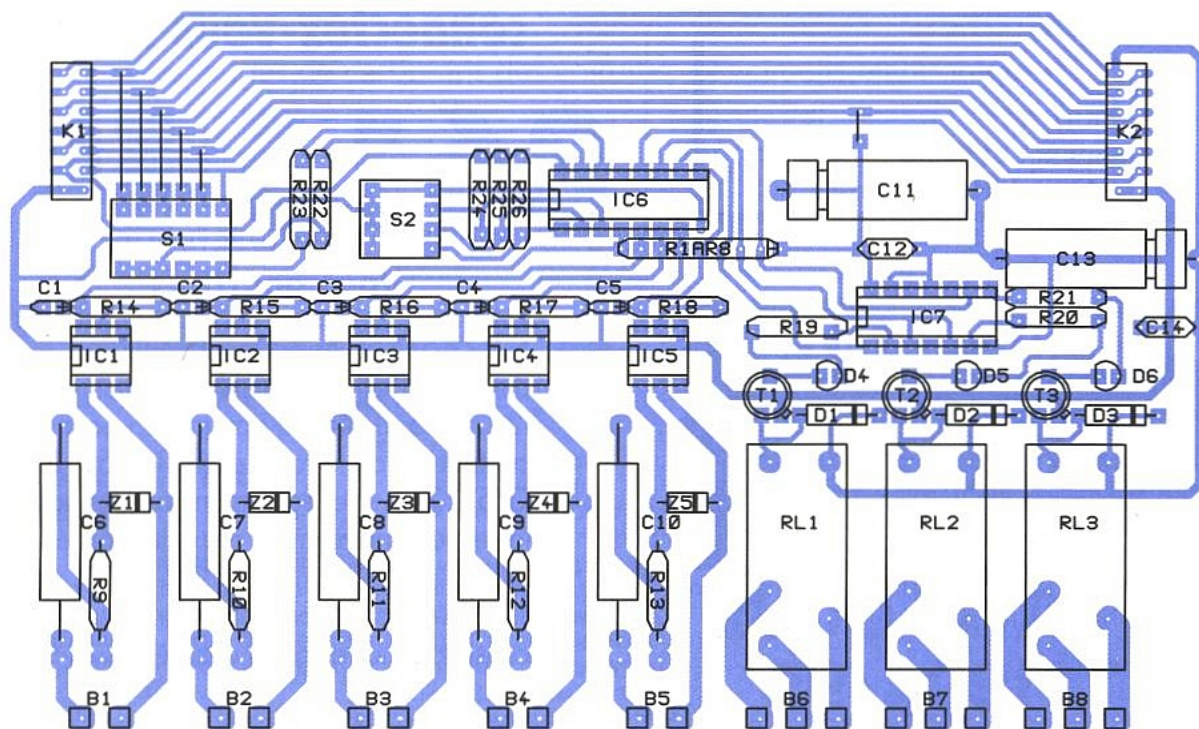

Figure 6
■ *Figure 6*
Le schéma de la **figure 6** illustre ainsi une application complète, avec barre-graphe et dialogue série facultatif, tandis qu'à la **figure 7** le barregraphe est absent: les données d'autonomie sont «remontées» par la ligne série vers le processeur central, qui pourra par exemple les visualiser sur un écran LCD. Présenté en boîtier à 16 broches, le BQ 2010 est particulièrement adapté aux applications utilisant un chargeur rapide, tandis que le BQ 2011 est optimisé pour les équipements à très fort courant de décharge, comme les outillages sans fil. Les variantes respectivement référencées BQ 2012 et BQ 2013 possèdent en plus une sortie destinée à piloter le chargeur : on pourra ainsi arrêter celui-ci dès qu'il aura reconstitué la charge correspondant à une décharge connue, et donc éviter toute surcharge et toute perte de temps.